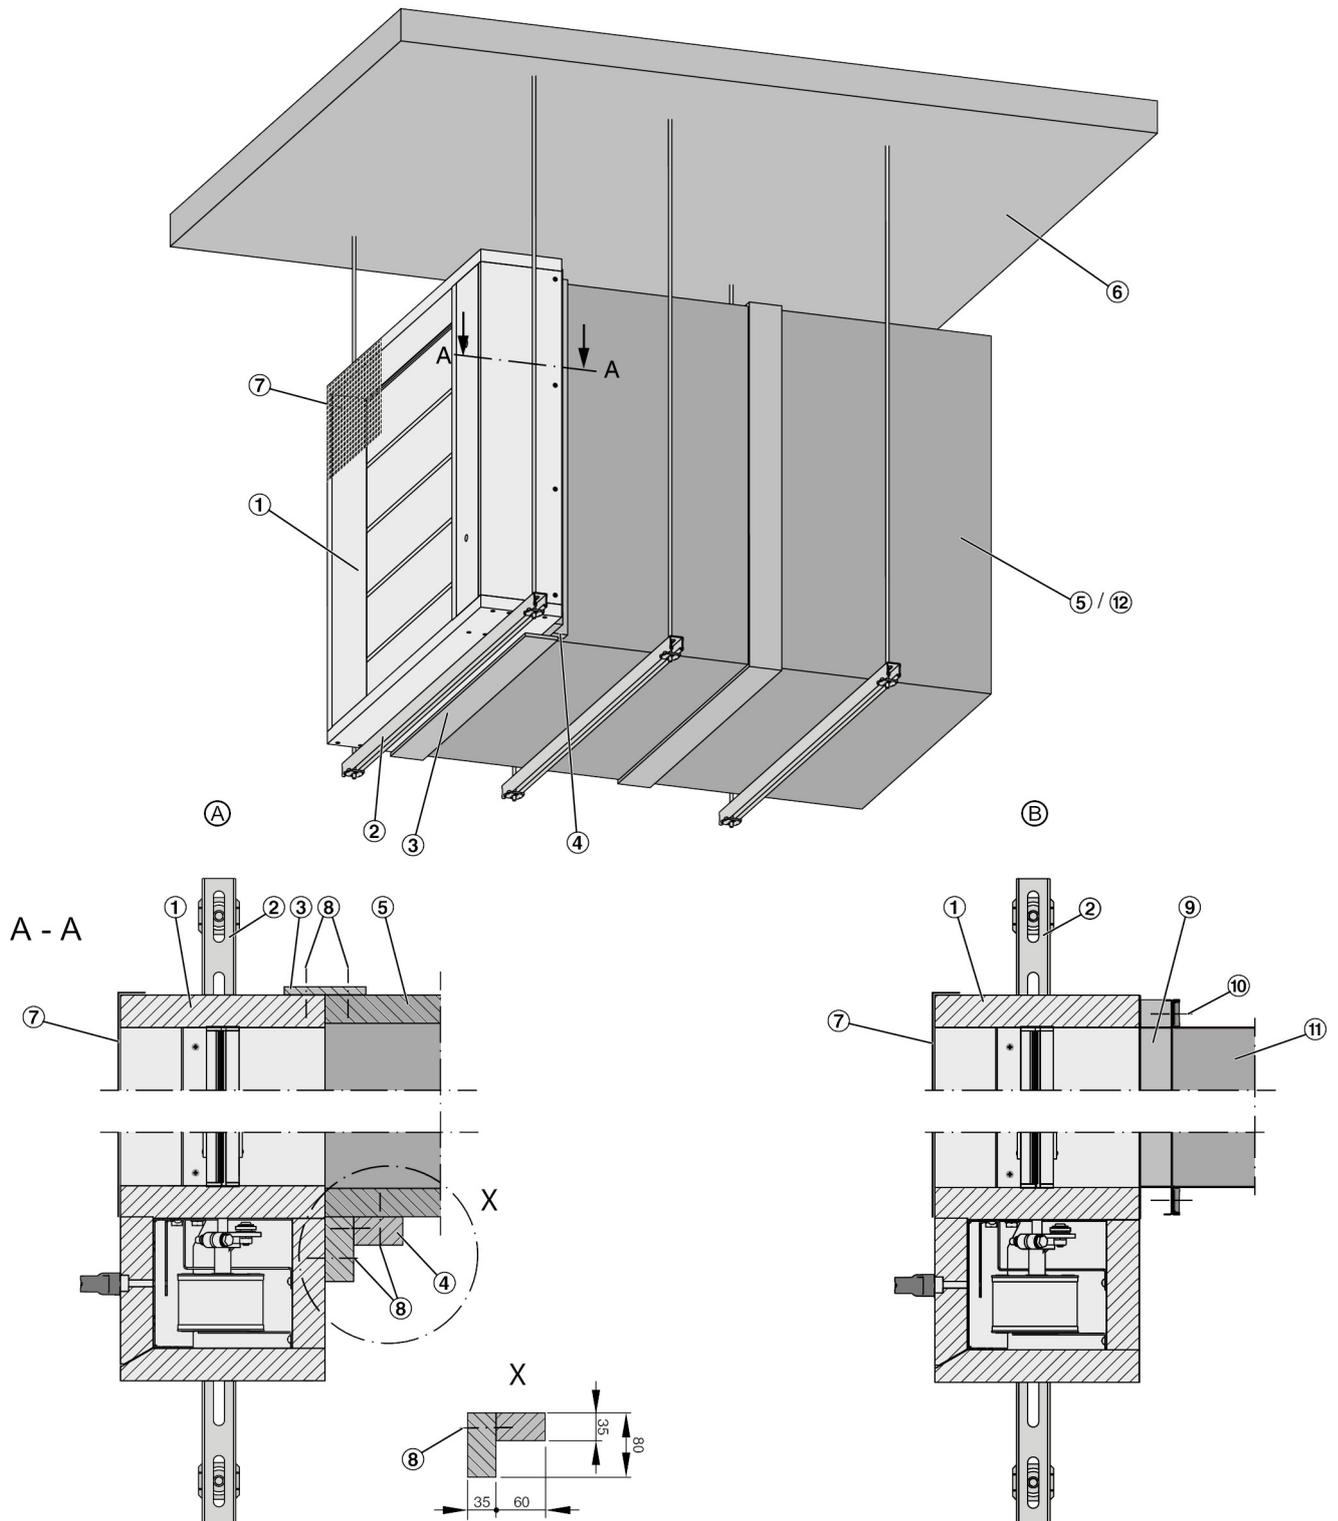

Abb. 29: Einbau am Ende einer horizontalen Entrauchungsleitung
3. ▶ Zwischen Antriebskapselung und Entrauchungsleitung einen Riegel (Abb. 29/4) anbringen.
4. ▶ Verbindung (Verbindungsstreifen) (Abb. 29/3) zwischen Entrauchungsleitung und Entrauchungsklappe herstellen ↪ 6 „*Entrauchungsleitung und Abschlussgitter*“ auf Seite 52.
1. ▶ Entrauchungsklappe (Abb. 29/1) mit Anschlussrahmen (optional (Abb. 29/9)) abhängen ↪ 5.9 „*Entrauchungsklappe abhängen*“ auf Seite 51.
2. ▶ Entrauchungsleitung (Abb. 29/11) bis an die Entrauchungsklappe heranführen und abhängen.
3. ▶ Entrauchungsleitung mit Verschraubung (Abb. 29/10) am Anschlussrahmen verschrauben.